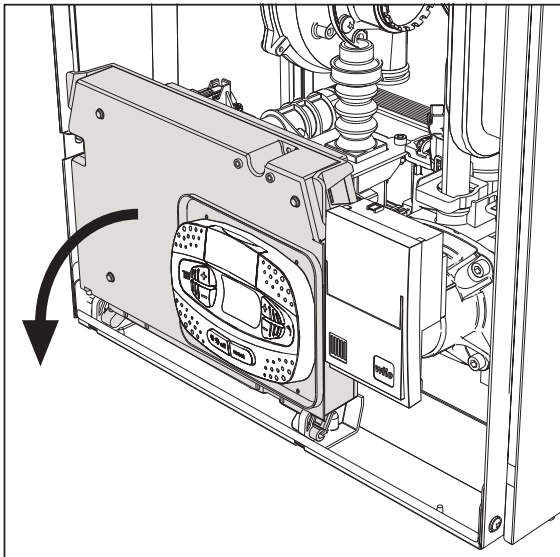
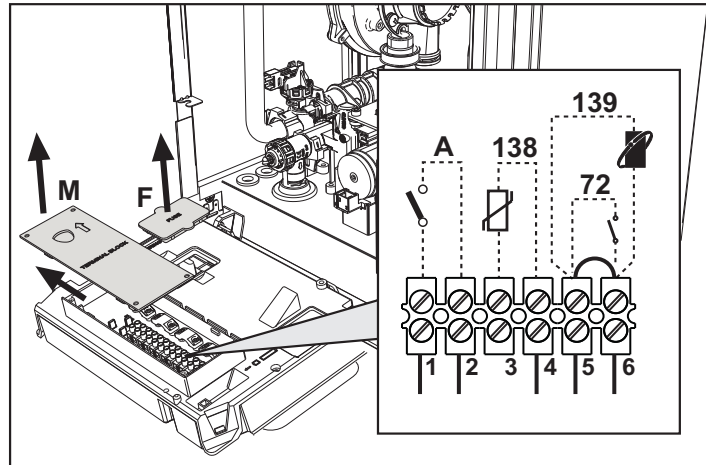

fig. 19
fig. 20
Tras quitar el panel frontal (*** 'Apertura del panel frontal' on page 82 ***) es posible acceder a la caja de conexiones (M) y al fusible (F) como se indica a continuación (fig. 19 y fig. 20). **Los bornes indicados en la fig. 20 deben tener contactos secos (no 230 V).** La posición de los bornes para las diferentes conexiones también se ilustra en el esquema eléctrico de la fig. 61.